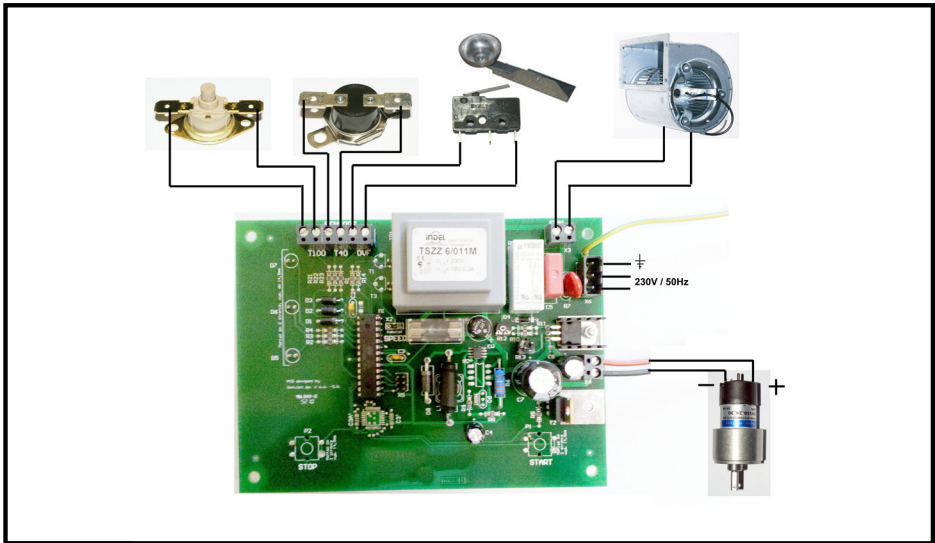

Fig. 1
- schéma Fig. 1 Řídicí jednotka kamen